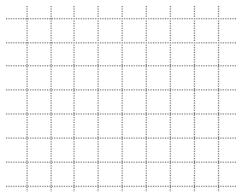

图 2.12.2 调整栅格到合适的大小
(1) 在  选项卡中单击  按钮。
(2) 此时系统弹出“栅格设置”对话框,在  选项组中选择  静态 单选项,然后在  X 间距 和  Y 间距 文本框中输入间距值 10;单击  按钮,完成栅格设置。
(3) 在“视图”工具条中单击“草绘显示过滤器”按钮 ,在弹出的菜单中选中  显示栅格 复选框,可以在图形区中显示栅格。
Step2. 此时,绘图区中的每一个栅格表示 10 个单位。为了便于查看和操作图形,可以滚动鼠标中键滚轮,调整栅格到合适的大小(图 2.12.2)。单击视图工具栏中的“草绘显示过滤器”按钮 ,在弹出的菜单中取消选中  显示栅格 复选框,将栅格的显示关闭。